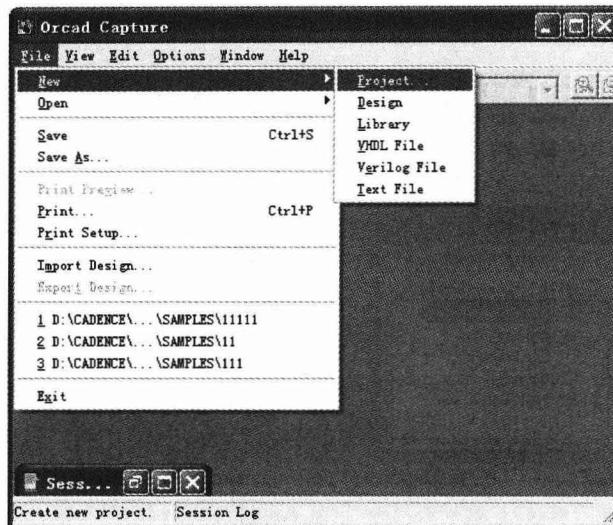
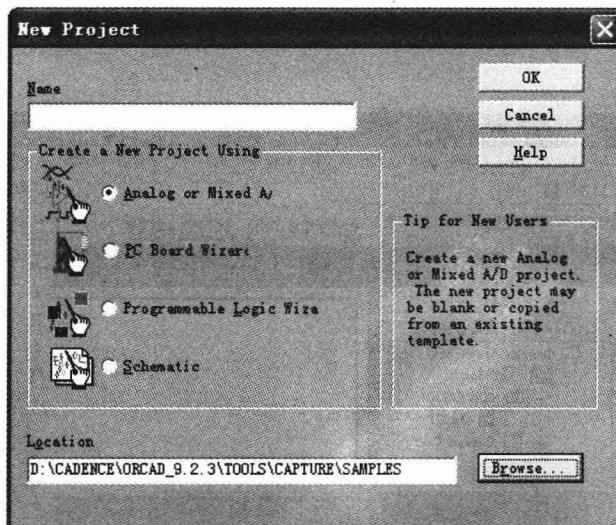
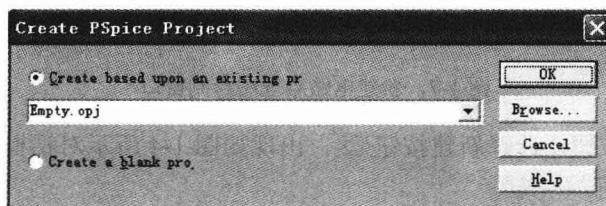

图 1-3 创建新电路图文件的菜单
图 1-4 “New Project”对话框
图 1-5 绘图窗口的选择
(1) 使用菜单。选择菜单“File”→“New”→“Project...”命令,系统会弹出设置工作区域的界面,如图 1-3 所示,进入“New Project”对话框,如图 1-4 所示。
在图 1-4 中的 Name 栏输入要创建项目的名称,Location 栏输入要储存的磁盘文件夹路径。由于目前我们要建立的是 PSpiceA/D 电路图,所以在图 1-4 画面中的 Create a New Project Using 栏内选择“Analog or Mixed-Signal Circuit Wizard”选项→“OK”键,出现如图 1-5 所示的绘图窗口的选择。
(2) 使用快捷键按钮。选择新建按钮 **□**，出现如图 1-4 所示对话框，其余创建步骤与使用菜单的创建步骤相同。
Capture 启动后的窗口如图 1-3 所示，先打开一个全新的项目，选择“File”→“New”→“Project...”或  按钮调出“New Project”设置框，如图 1-4 所示。
在 Name 栏内输入本章示范电路的项目名称 example，然后在 Location 栏内输入本项目要储存的磁盘文件夹路径，选择默认路径 D:\Cadence\Orcad_9.2.3\tools。选择“Create a New Project Using”→“Analog or Mixed-Signal Circuit Wizard”→“OK”，如图 1-5 所示。